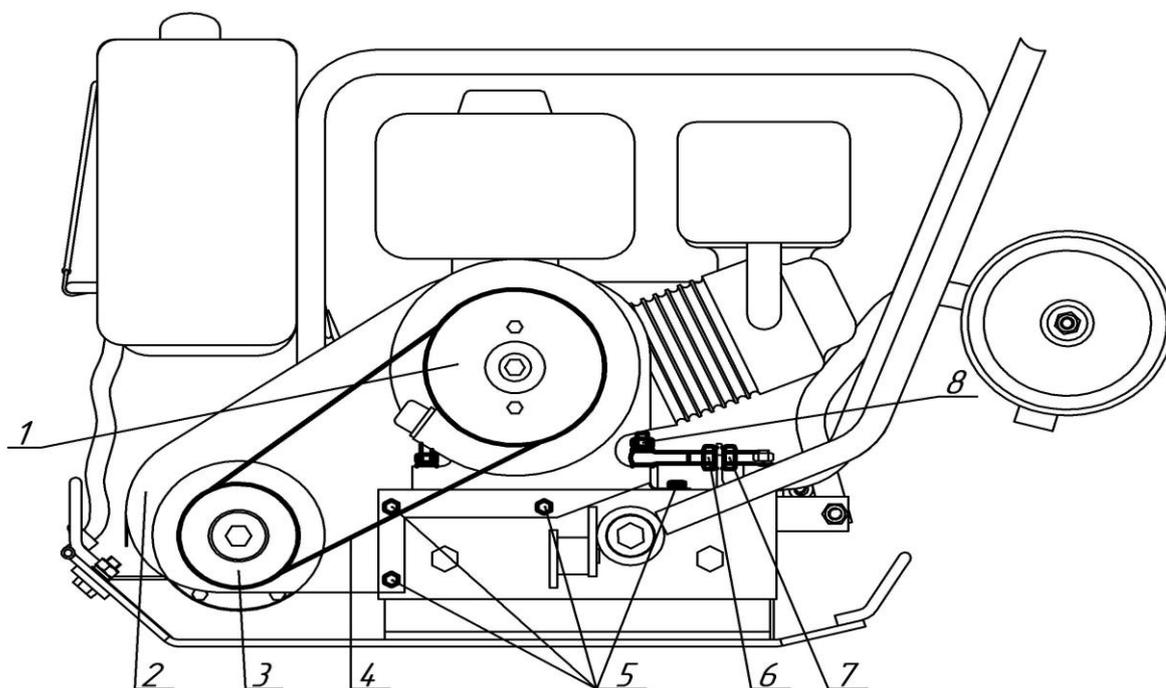

Рисунок 6. Клиноременная передача виброплиты
##### 8.4.1 Проверка клиноременной передачи (рисунок 6):
8.4.2 Замена ремня клиноременной передачи (*рисунок 6*):
8.4.3 Натяжение ремня клиноременной передачи (*рисунок 6*):